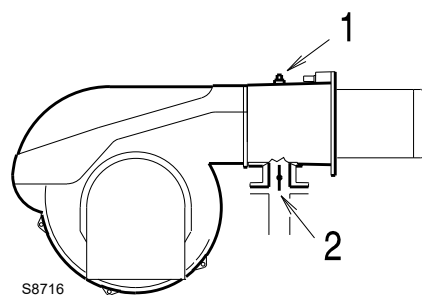

Fig. 24
Presiunea gazului măsurată la ieșirea 1)(Fig. 24), cu
Căderea de presiune a supapei fluture de gaz 2)(Fig. 24) cu deschidere maximă: 90°.
- scădeți presiunea din camera de ardere din presiunea gazului la orificiul 1)(Fig. 24).
Presiunea gazului la racordul 1)(Fig. 24) = 16 mbar
Pentru a afla presiunea de gaz necesară la racordul 1)(Fig. 24), setați puterea maximă de modulare la care doriți să funcționeze arzătorul:
- Citiți în dreapta, coloana 1, presiunea la robinetul 1)(Fig. 24).
presiunea necesară la racordul 1)(Fig. 24).